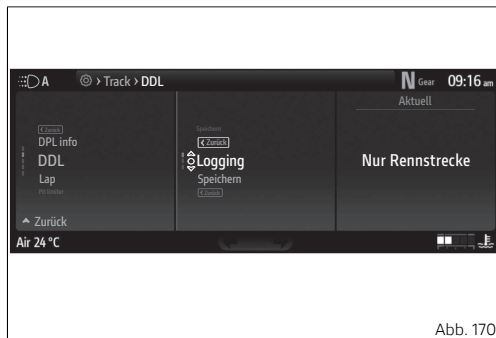

Abb. 170
Die Angaben „Logging“ und „Speichern“ werden in der Mitte angezeigt, während der aktuelle Status (Abb. 170 S.223) auf der rechten Seite zu sehen ist.
- Die Angabe „Logging“ (Abb. 170 S.223) markieren, dann die Taste  drücken.